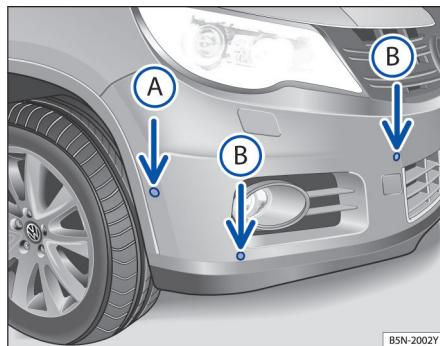

图 141 右前保险杠上智能泊车辅助系统的传感器(A)和驻车距离报警系统的传感器(B)
- 传感器  图 141 存在无法探测到人员和物体的盲区。
① 提示（续）
- 避免用高压清洗机或蒸汽清洗机对传感器进行清洁，以免损坏传感器。清洗车辆时应使用较小的水流短时间冲洗传感器表面，且至少保持 10 cm 以上的距离。⇒ 图 141